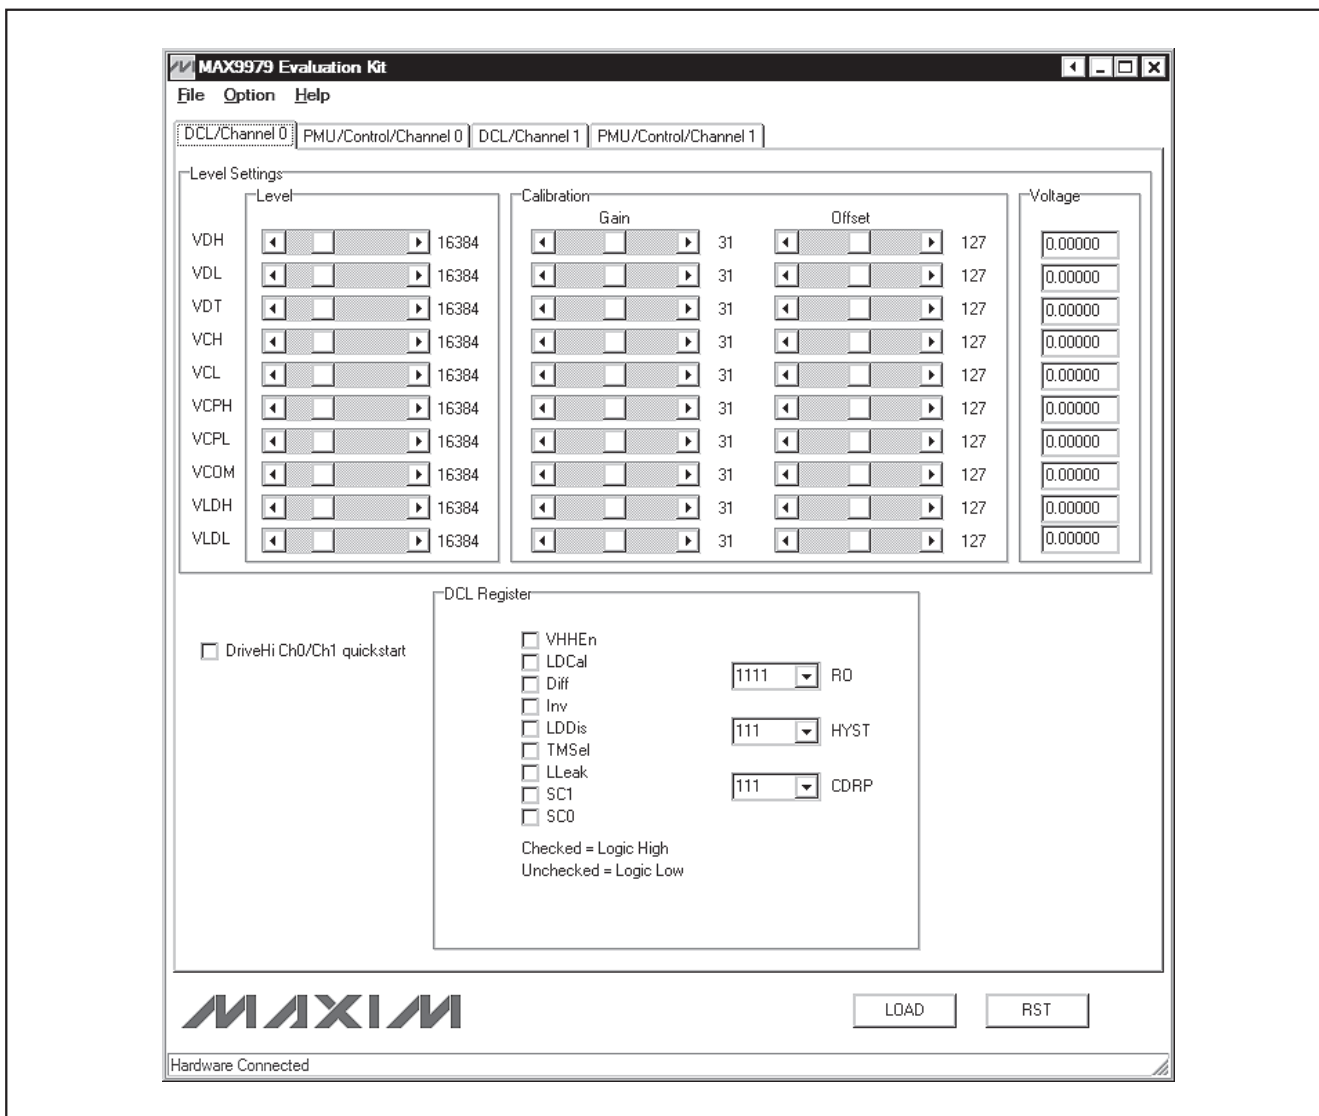
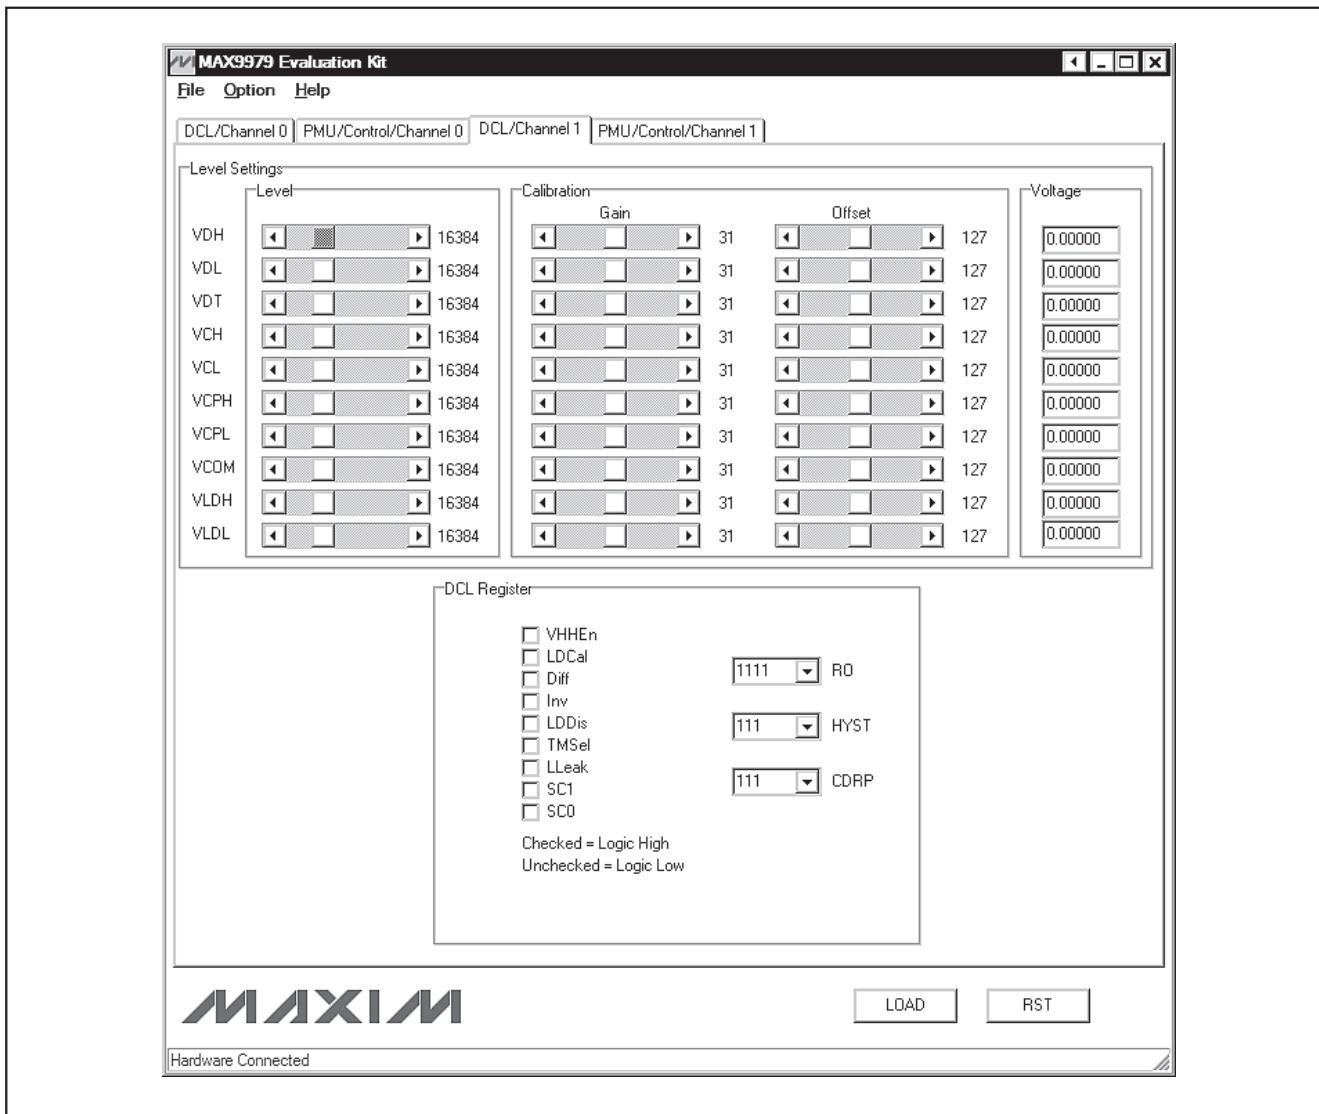
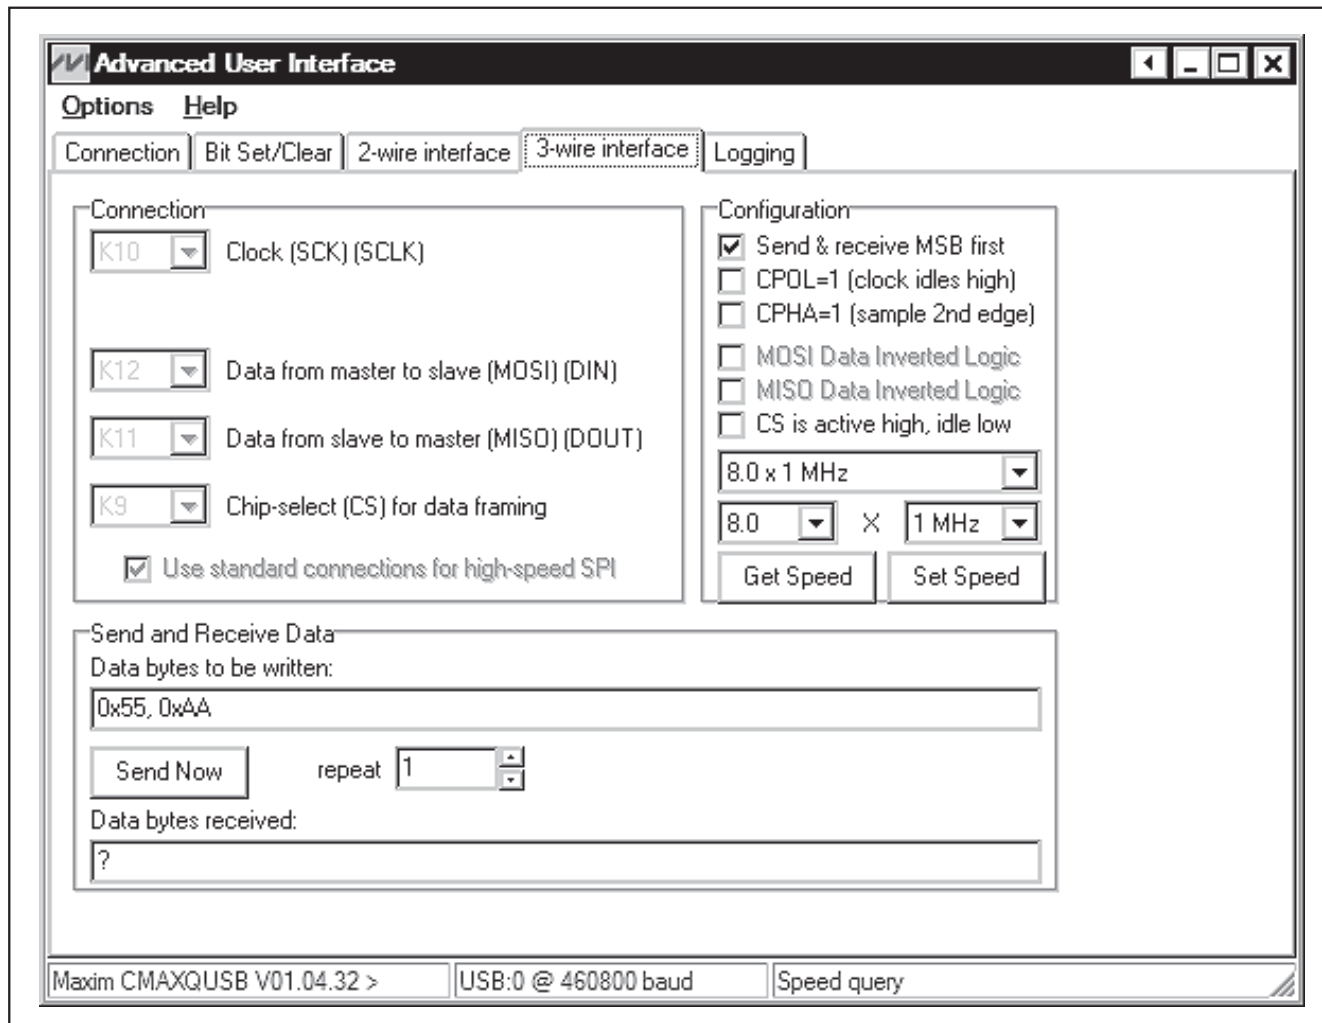

図1. MAX9979のEVキットソフトウェアのメインウィンドウ(DCL/Channel 0のタブ)
図3. MAX9979のEVキットソフトウェアのメインウィンドウ(DCL/Channel 1タブ)
図6. 高度なユーザインタフェースウィンドウ(3-wire interfaceのタブ)
- 16) **スタート | すべてのプログラム**メニューのアイコンを開いて、MAX9979のEVキットソフトウェアを起動します。図1に示すように、EVキットソフトウェアのメインウィンドウが表示されます。
DCL/Channel 0とDCL/Channel 1のタブシート(図1と図3)は同一であり、それぞれチャンネル0用とチャンネル1用です。これらのタブシートには、Level SettingsとDCL Registerのグループボックスが含まれています。
MAX9979と通信する方法が2通りあります。1つ目は、図1、3、4、および5に示すようにウィンドウを通じて行う方法です。2つ目は、図6に示すように**Advanced User Interface**ウィンドウを通じて行う方法です。**Advanced User Interface**ウィンドウは、メニュー項目 **Option | Interface (Advanced User)**を選択することで使用可能になり、シリアルコマンドを手動で実行することができるようになります。